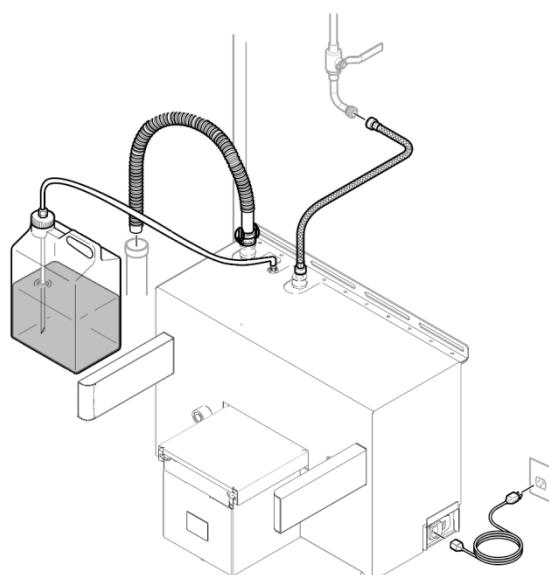

Figura 29 Para Preparar a Ancoragem
3. Toque o botão PARAR SUCÇÃO no ecrã de controlo principal para parar a sucção de fluido (Figura 29).